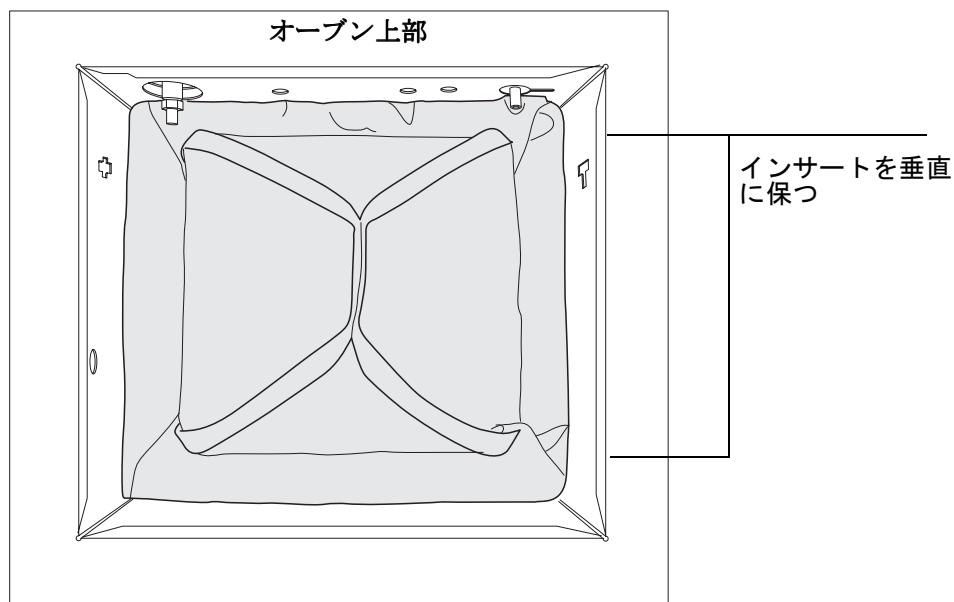

図 18. オープンに取り付けられたオープンインサート
- インサートの下部を押し込み、図 18 に示すように置きます。図のように、インサートが垂直になるよう取り付けてください。